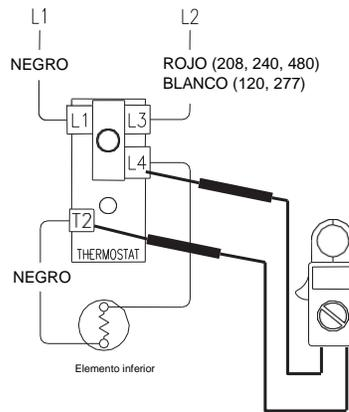

Figura 6
- Compruebe los terminales L4 y T2 del termostato (consulte la figura 6).
- Consulte la figura 6 arriba, compruebe los terminales L4 y T2 del termostato.